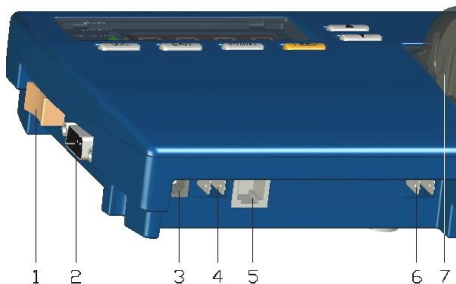

Figura 6. Conexiones
1. Enchufar el adaptador AC a la toma de corriente y el cable de 12V a la conexión correspondiente (indicador 3 en la figura 6).
2. Conectar el cable del sensor de temperatura a la conexión correspondiente (indicador 5 en la figura 6).
3. Accionar el interruptor principal a la posición ON (indicador 1 en la figura 6). Los leds de encendido y sensor lucirán en color verde. Pasado un rato la temperatura aparecerá en el área del display.
- ▲ Para enviar alarmas a un dispositivo remoto fijar el cable a los contactos de la alarma remota (indicador 6 en la figura 6). Los contactos de la alarma remota son un par de terminales de 1/4", 1 Amp., 12V.
- ▲ Para exportar datos de temperatura a un PC, fijar un cable RS-232 desde el PC al puerto RS-232 (indicador 2 en la figura 6).
- ▲ Para silenciar la alarma, conectar un dispositivo de timbre silenciador remoto fijando un cable con un interruptor provisional para provisionalmente cerrar los contactos del timbre silenciador (indicador 4 en la figura 6). Los contactos del timbre silenciador son dos terminales de 1/4".
1. Conectar un cable RS-232 desde el PC hasta un puerto RS-232 (indicador 2 en la figura 6).
1. Conectar un cable RS-232 desde el PC hasta el puerto RS-232 (indicador 2 en la figura 6).
- ▲ **Relé de contactos para un dispositivo exterior** – Se puede conectar un dispositivo exterior a los contactos de la alarma remota del VLT (indicador 6 de la figura 6) y configurar el VLT para enviar alarmas a un dispositivo